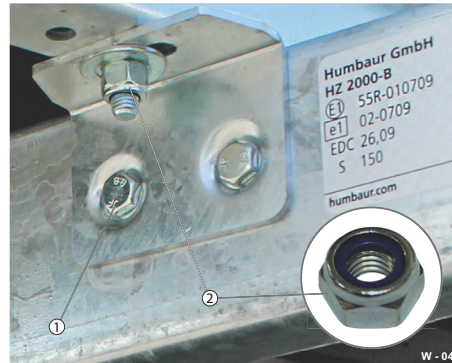

Abb. 6 Festigkeit / Ausführung
- Angaben der Festigkeitsklasse, den Schraubverbindungen (Prägung 8.8 oder 10.9) entnehmen. Beispiel siehe (Abb. 6/1).
- Selbstsichernde Muttern (Abb. 6/2) nur einmal verwenden - die Klemmwirkung des Kunststoffrings lässt bei erneuter Verwendung nach.